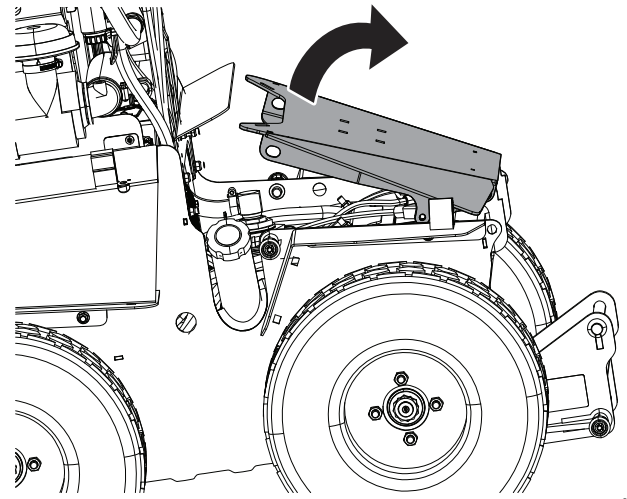
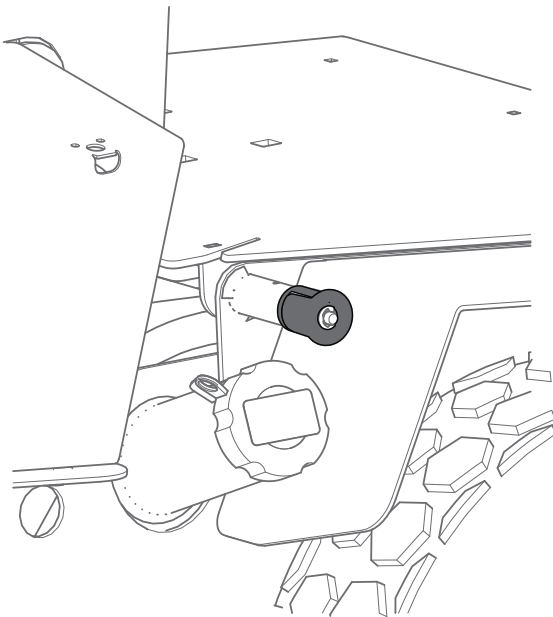

Figura 21
Figura 20
2. Abra los pasadores rápidos para abrir la tapa de la batería (Figura 20 y Figura 21).